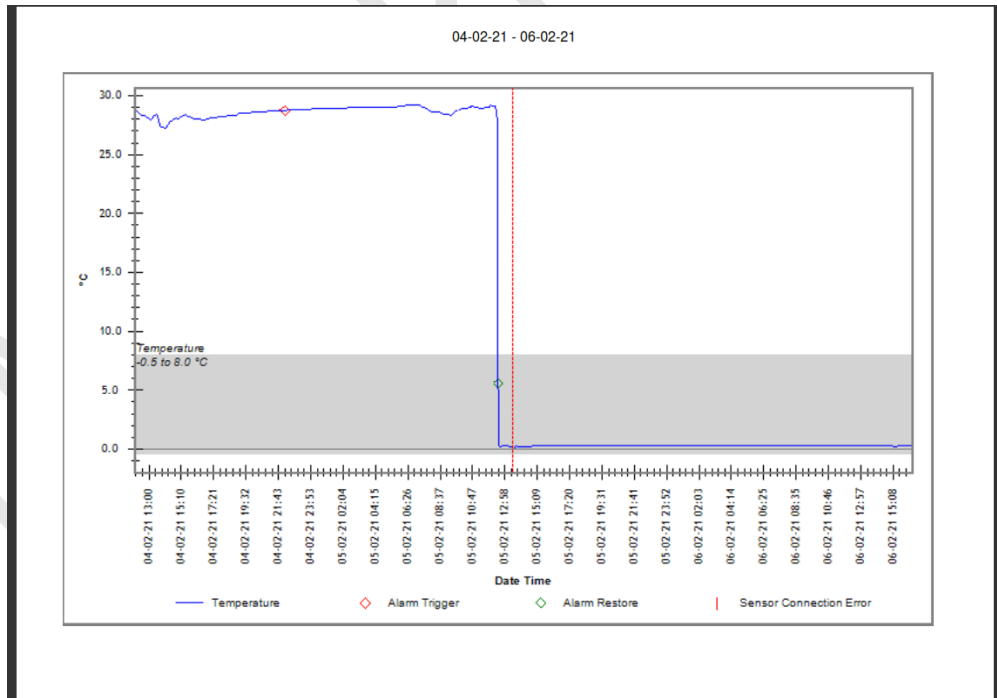

Figure 27 Exemple de rapport PDF partie -3
- Un exemple de fichier PDF généré à partir de l'enregistreur de données LM-XS Pro E006 Data Logger pour 3 jours de données enregistrées est illustré à la figure 25, à la figure 26 et à la figure 27. Ce rapport comprend les données suivantes :
- La bande grise du graphique indique la zone à l'intérieur des limites d'alarme basse et haute. Les indications relatives au déclencheur d'alarme, à la restauration de l'alarme et à l'erreur de connexion du capteur sont indiquées sur les étiquettes graphiques, comme le montre la figure 27.